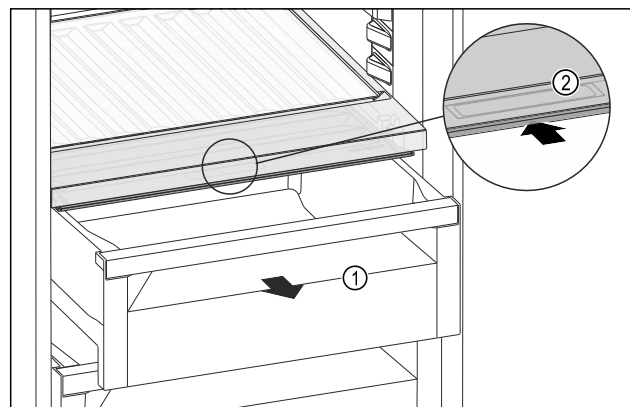

Fig. 157
- Retirer le tiroir Fig. 157 (1).
- Saisir la poignée encastrée Fig. 157 (2) du couvercle du compartiment et pousser le couvercle du compartiment vers l'arrière.